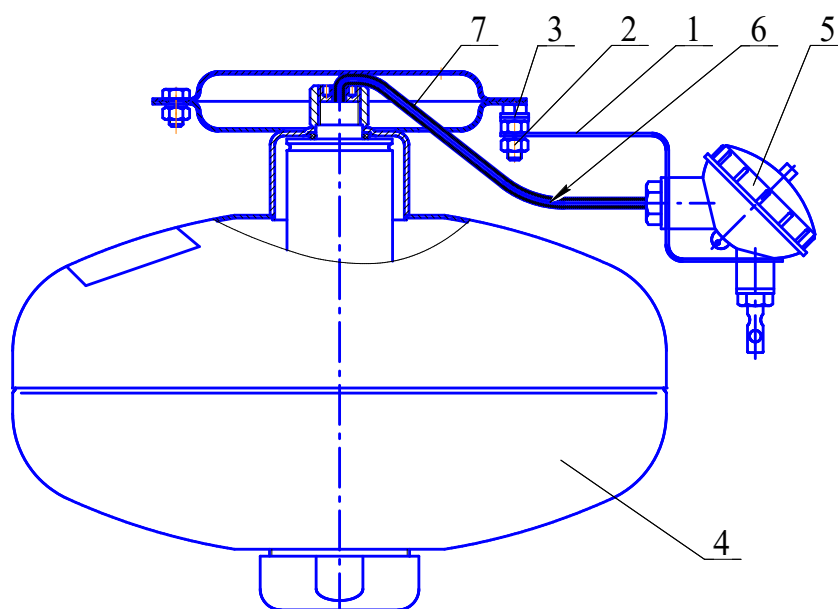
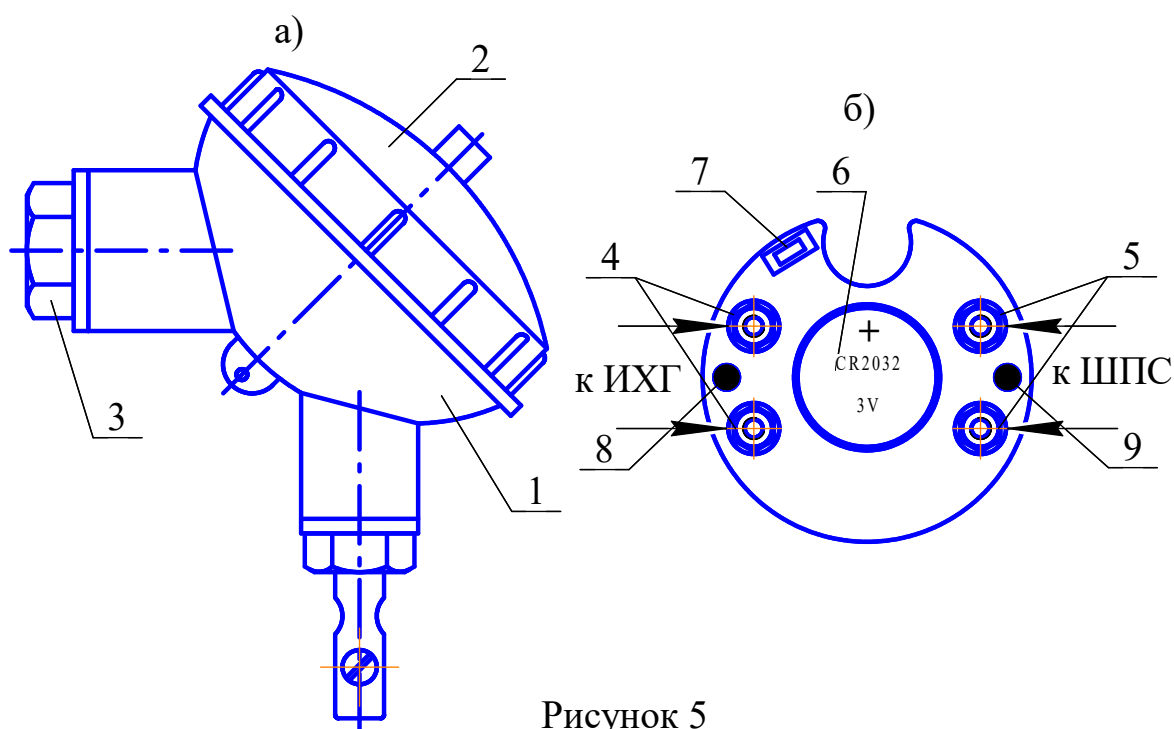

Рисунок 3
Рисунок 5
4.3.1.1 На кронштейне 1, закрепленном гайкой 2 на заземляющем зажиме 3 МПП 4 (см. рисунок 3), установлен электронный узел запуска (устройство пусковое температурное) 5. Вывода 6 элемента электропускового ИХГ, вставленные в трубку ПВХ 7, через гермоввод соединены с электронным узлом запуска 5.
6.4.2 Гайкой 2 (см. рисунок 3) закрепить на корпусе МПП кронштейн 1.
6.4.3 С корпуса 1 электронного узла запуска (см. рисунок 5) открутить крышку 2 и винт 3. Через отверстия винта 3, кронштейна 1 (см. рисунок 3) в гермоввод электронного узла запуска ввести провода элемента электропускового ИХГ и при необходимости ШПС. Винтом 3 согласно рисунку 3 закрепить на кронштейне электронный узел запуска.